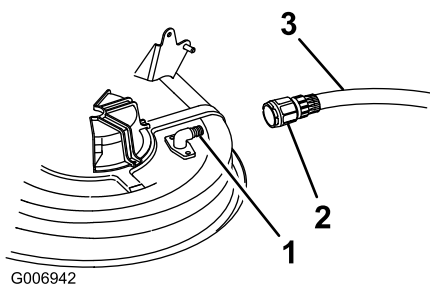

Figure 34
4. Vissez le raccord du tuyau (non fourni) au raccord de lavage du carter du plateau de coupe, et ouvrez l'eau en grand (Figure 34).